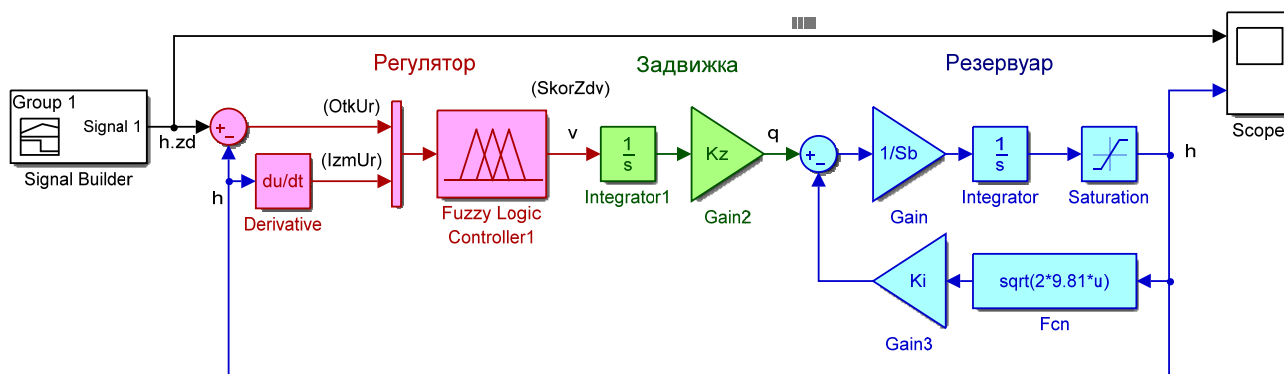

Рис. 1 – Система регулирования уровня жидкости в резервуаре
Объект управления – резервуар с жидкостью – представлен идеальным интегрирующим звеном, которое охвачено нелинейной отрицательной обратной связью, соответствующей закону истечения жидкости из резервуара (см. рис. 1). Резервуар характеризуется коэффициентом $1/S_b$, где S_b – площадь поверхности жидкости, м^2 . Коэффициент K_i характеризует скорость истечения жидкости. При помощи блока **Saturation** обеспечивается ограничение допустимого уровня жидкости в резервуаре: $h = (0 \dots 100) \text{ м}$.
1. Создать simulink-модель нечёткой системы регулирования уровня жидкости в резервуаре с параметрами, согласно варианту задания (см. табл.1., рис.1) и сохранить её на жёстком диске компьютера.